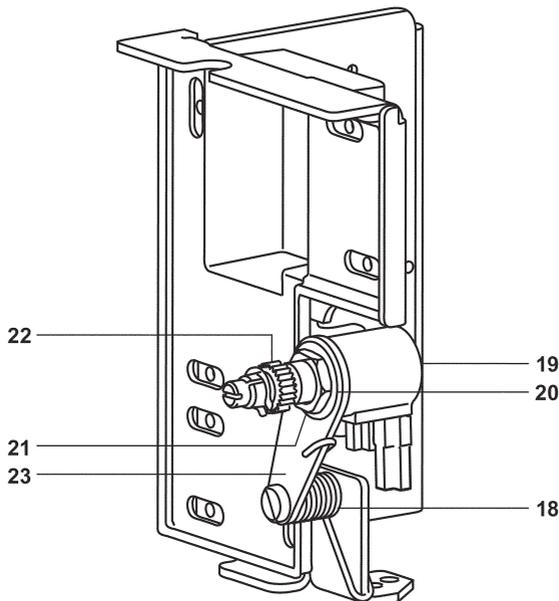

Fig. 12
- Inserire il potenziometro (19) nella squadretta prestampata (23).
- Montare la rondella (20) e stringere a fondo il dado (21).
- Infilare il pignone (22) sul potenziometro assicurandosi che il pignone sia inserito nel dente della piastra di commutazione.
- Poi inserire la molla (18) nella squadretta di alloggiamento come mostrato nella fig. 12.